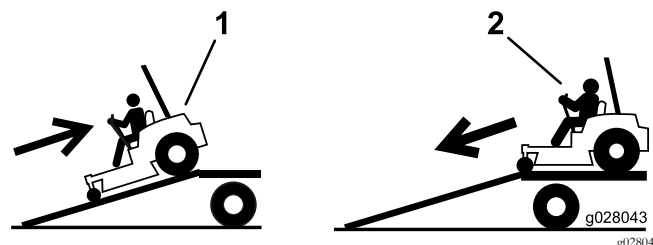

Figura 27
- Sujete la máquina firmemente al remolque o al camión con cadenas, correas, cables o cuerdas. Use únicamente las cuatro ubicaciones designadas de la posición de arranque del cortacésped: dos del lado izquierdo y dos del lado derecho (ver Figura 27). Use estas ubicaciones incluso cuando transporte el cortacésped con un accesorio adjunto. Si usa ubicaciones no designadas, puede dañar el cortacésped o el accesorio.
Extreme las precauciones al cargar o descargar la máquina en o desde un remolque o un camión. Utilice una rampa de ancho completo que sea más ancha que la máquina durante este procedimiento. Suba las rampas en marcha atrás y bájelas hacia adelante (Figura 27).